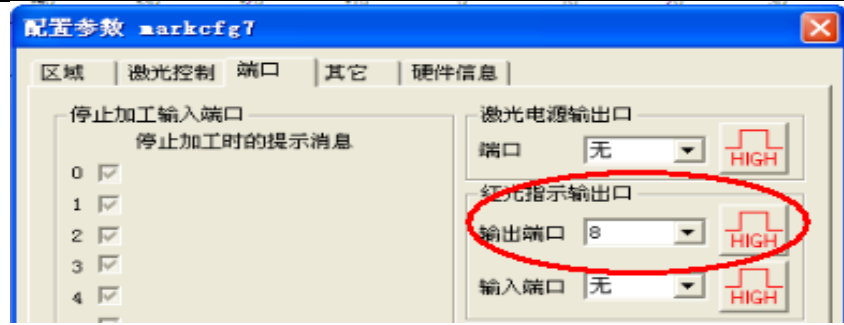

图 8 设置输出端口“8”
- 2) 点开“端口”对话框, 在“红光指示输出”区域选择输出口“8”和高电平有效, 如图 8 :